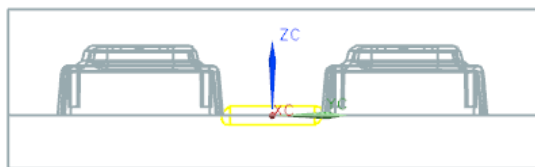

图 9-75 创建流道实体
(5) 指定流道的参数，在【截面类型】中选择【圆形】，在【参数】选项组中修改圆形的直径D为适当值。参数设置完毕后单击【应用】按钮，创建流道实体如图 9-75 所示。
(6) 在型芯上创建流道腔槽。先选择流道体，再在【刀具】选项组中选择【求差】，然后选择型芯作为布尔运算的目标体，单击【应用】按钮，即在型芯中创建出流道腔槽。